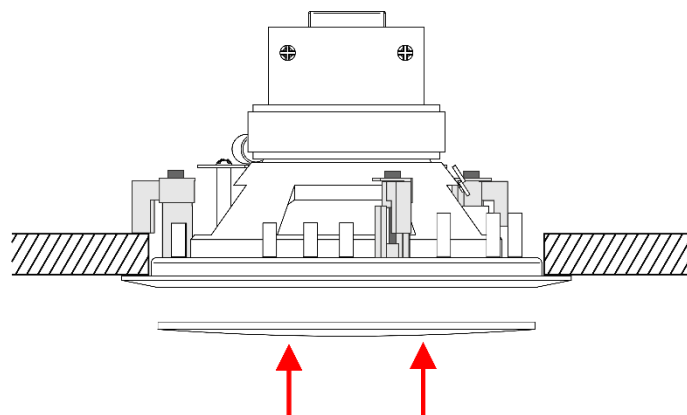

Fig. 08
- 12) Fissare la **griglia (03)** all'altoparlante spingendola delicatamente nella **cornice (02)**, come indicato sulla Fig. 08.